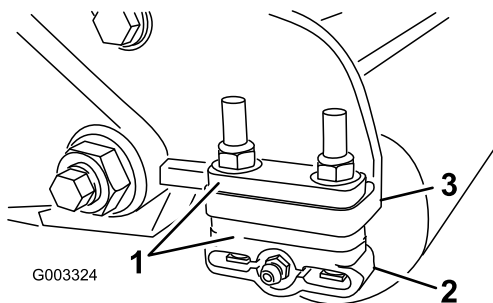

Figure 12
1. Réglez les supports du rouleau arrière (Figure 12) à la plage de hauteur de coupe voulue en positionnant le nombre correct d'entretoises sous le rebord de la plaque latérale (Figure 12) en vous reportant au tableau des hauteurs de coupe.